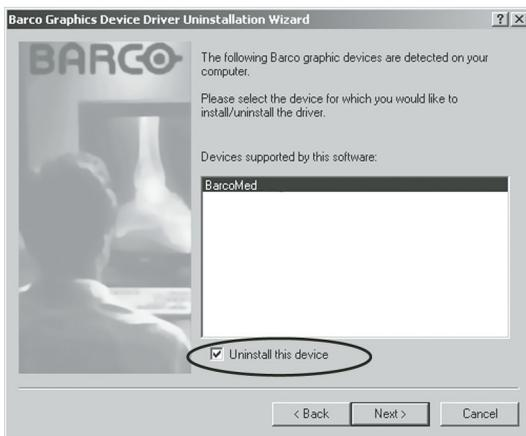

Figura 45
5. Nella schermata successiva (vedere la figura 45 a pagina 146), **selezionare** la casella di controllo accanto a **“Uninstall this device”**, quindi fare clic su **“Next”** per continuare.